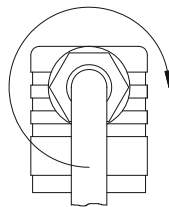

Fig. 11
- ↪ Pousser l'intérieur ⑧ jusqu'à encliquetage dans la boîte de raccordement ②.
- ↪ Enfiler la vis centrale ⑥ dans la boîte de raccordement ② et serrer le passe-câble à vis ⑤ M16x1,5 (⇒ Fig. 11).